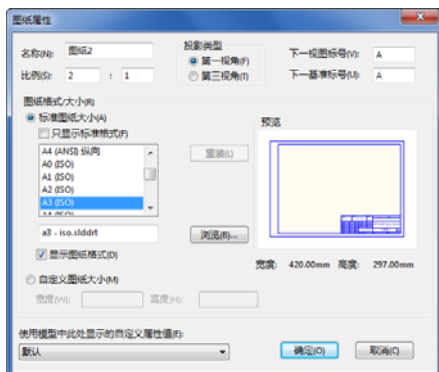

图 5-6 “图纸属性”对话框
- (4) 如果要移动线条或文字，单击该项目后将其拖动到新的位置。
- (5) 如果要添加线条，单击“草图”工具栏中的“直线”按钮，然后绘制线条。
- (6) 在模型树中右击“图纸”图标，在弹出的快捷菜单中选择“属性”命令。
- (7) 在系统打开的如图 5-6 所示的“图纸属性”对话框中进行如下设定：